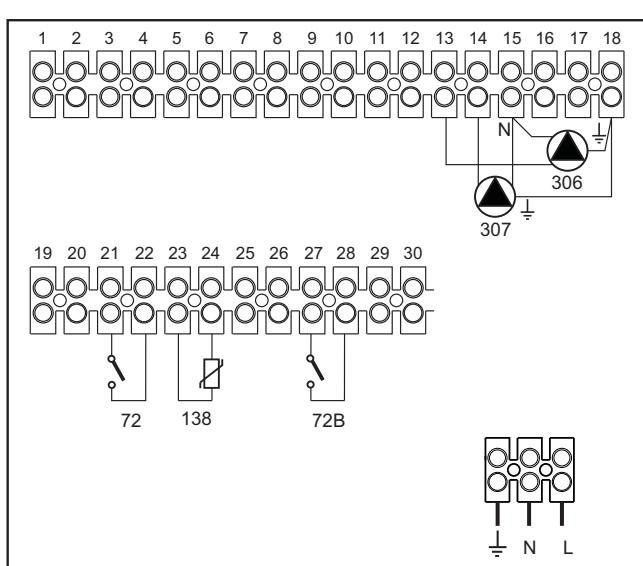

рис. 40
**Спецификация (рис. 39 и рис. 40)**